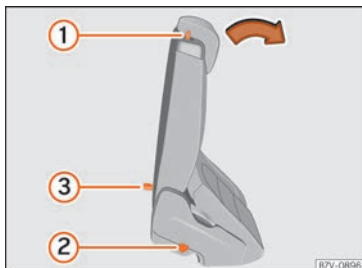

**Fig. 137** Segunda fila de asientos: mandos de la ayuda de acceso.
• Si los hubiera, retire los objetos situados en la zona reposapiés de la segunda fila de asientos » » » ❶.
• Empuje la palanca » » » fig. 137 ❶ hacia delante y abata el respaldo del asiento trasero. Este asiento se abate por completo hacia delante » » » ⚠ y todavía se puede desplazar más longitudinalmente hacia delante.
• El asiento trasero debe quedar bien encastado para poder garantizar el efecto protector de los cinturones de seguridad en las plazas del asiento trasero. La marca roja » » » fig. 137 ❷ no deberá verse » » » ⚠ en Plegar los asientos traseros como superficie de carga de la pág. 158.
Si la palanca » » » fig. 137 ❶ no funciona, por ejemplo, después de un accidente, desde la tercera fila se pueden plegar hacia delante los asientos de la segunda fila para facilitar la salida desde la tercera fila » » » ⚠.
• Tire del asa » » » fig. 137 ❸ hacia atrás y abata el respaldo del asiento trasero. La banqueta completa se pliega hacia delante » » » ⚠.
- Una marca roja en el lado del asiento »» fig. 137 ② advierte que el respaldo no está encastrado. Cuando se encastra correctamente, la marca no es visible.